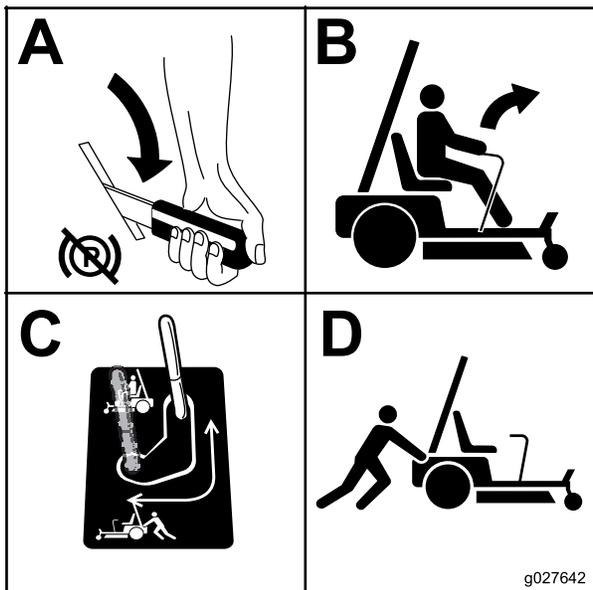

Figure 28
- Amenez les leviers de dérivation en arrière, puis abaissez-les pour les bloquer en place et désengager les moteurs de roues (Figure 28).
Placez les leviers de dérivation à la position voulue pour utiliser la machine (Figure 28) et engager les moteurs des roues.